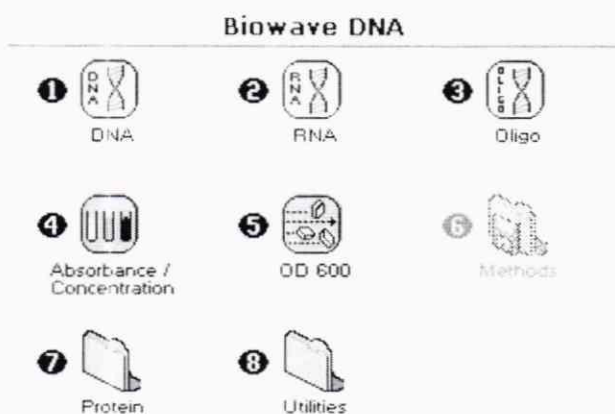

Рисунок 1 – Главное меню спектрофотометра сканирующего Biowave DNA
6.3.2.1 В главном меню спектрофотометра (см. рисунок 1 или 2 настоящей методики поверки) выбрать: